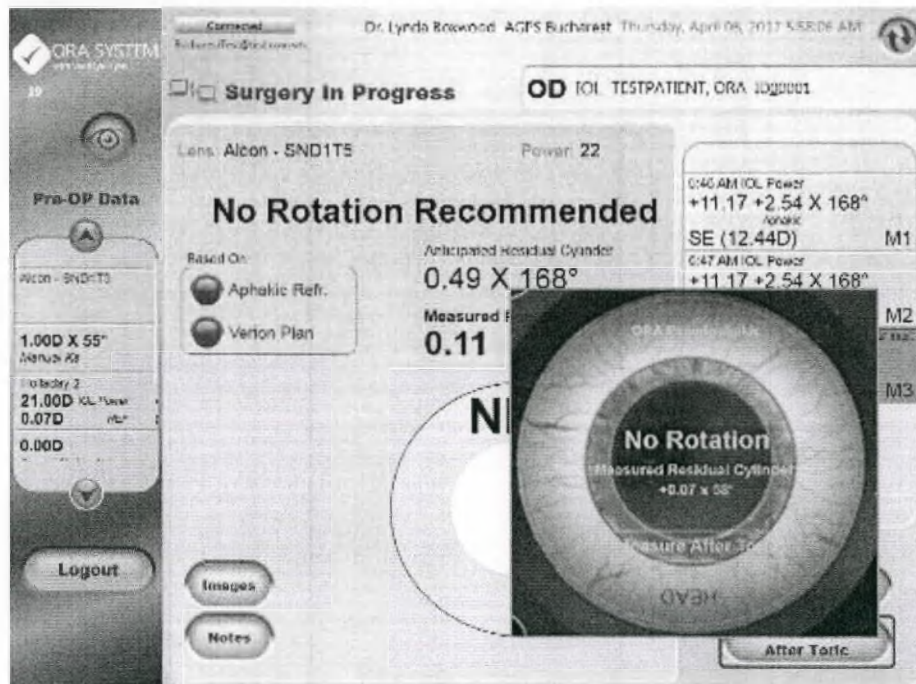

Рисунок 175. Экран результата ORA — нет рекомендуемого поворота
- Поверните линзу против часовой стрелки (CCW) или по часовой стрелке (CW), как указано.
- Переходите далее, если отображается сообщение *No Rotation Recommended (Нет рекомендуемого поворота)* (Рисунок 175).
- Как на экране, так и на MID выдается результат измерения остаточного цилиндра и рекомендуемый поворот линзы (Рисунок 175).